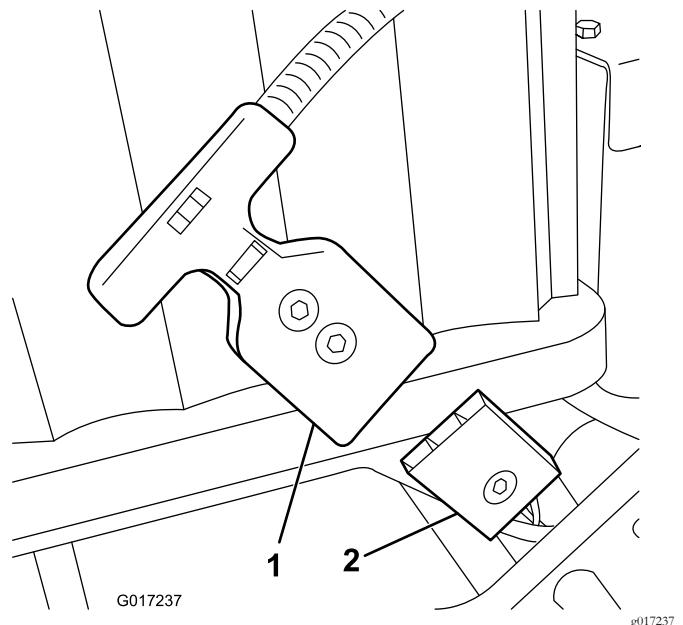

Bild 17
Hinweis: Wenn Sie beim Einbau der Batteriepackung den Batteriepackungsanschluss nicht mit dem Kabelbaumstecker der Maschine verbinden können, können Sie den Kabelbaum an der Batteriepackung anschließen und dann die Batteriepackung einbauen. Ziehen Sie den Netzstecker (**Bild 17**) vom Batterieunterteil ab. Befestigen Sie den Anschluss
16. Schließen Sie den T-Holmanschluss vom Hauptkabelbaum am Netzstecker am Batterieunterteil an (Bild 17).